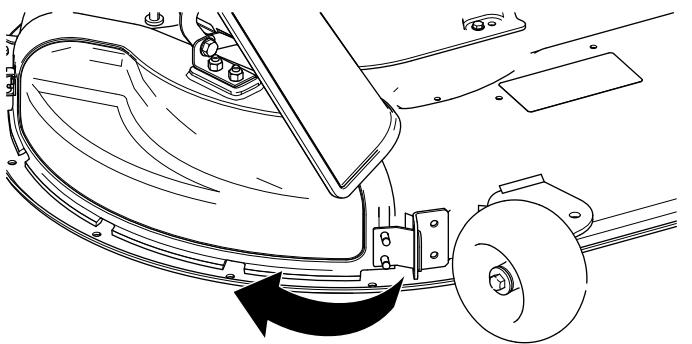

**Figure 13**
- Inclinez la languette en métal sur le couvercle d'éjection pour la rentrer dans la fente du support qui est soudé au plateau de coupe (Figure 13).